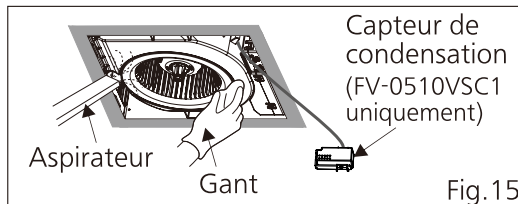

Fig.15
3. Retirez la poussière et la saleté du boîtier du ventilateur au moyen d'un aspirateur. (Fig.15)
4. Utilisez un chiffon imbibé d'eau savonneuse pour retirez la saleté du ventilateur. Essuyez avec un chiffon propre. (Fig.15)